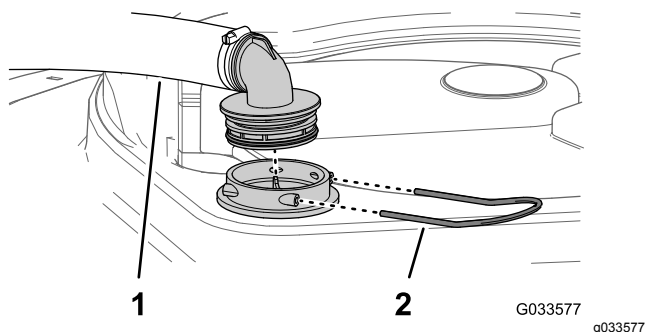

Figura 95
- En la parte superior del depósito de fumigación, retire la horquilla de retención que sujeta el acoplamiento que está conectado a la manguera grande y al alojamiento del filtro (**Figura 95**).
- Retire la manguera y el acoplamiento del alojamiento del filtro (**Figura 95**).